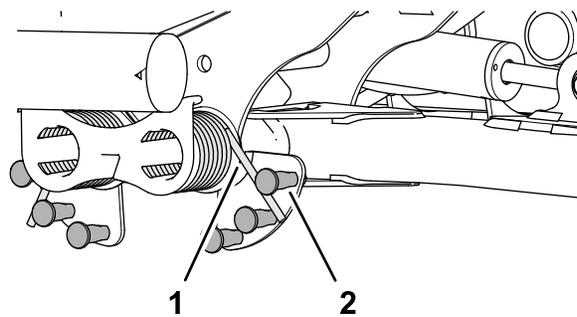

图 51
2. 将平衡压力弹簧的长端插入管或类似物体中然后将弹簧围绕带肩螺柱旋转到所需位置图 51。